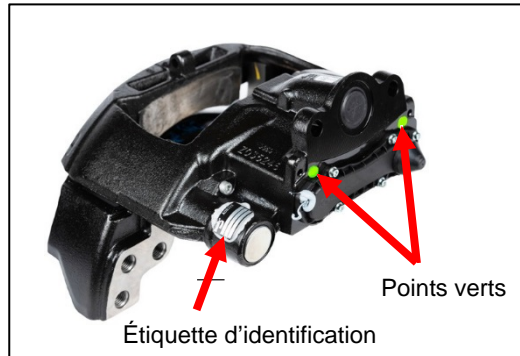

Figure 1 : Repérage des renseignements sur l'étrier
5. Procédez à une inspection pour détecter la présence d'un point vert à l'un des emplacements indiqués à la **figure 1**. Si aucun point vert n'est présent, passez à l'étape suivante.
6. Inspectez l'étiquette d'identification sur l'étrier. (Enlevez le revêtement de peinture au besoin.) Voir les **figures 1, 2, et 3**.